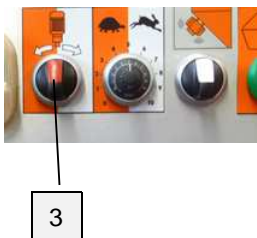

Рис. 42: Переключатель ZP 3 М ПЧ
1. Включить ZP 3 М ПЧ (рис. 42), повернуть переключатель (3) вправо или влево (в зависимости от блока насоса по часовой стрелке/против часовой стрелки).